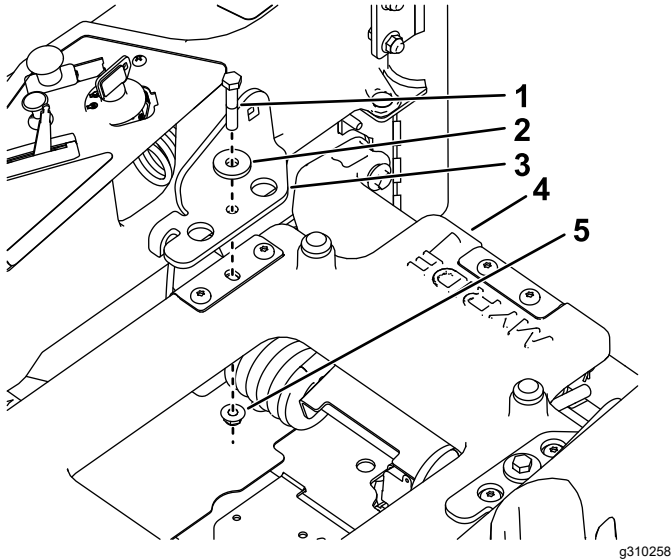

Bild 5
1. Befestigen Sie die Sicherheitsgurthalterungen mit zwei Teilgewindeschrauben ($3/8'' \times 2''$), zwei kleinen Unterlegscheiben und zwei Sicherungsmuttern ($3/8''$) an der Sitzplattform, wie in **Bild 5** dargestellt.